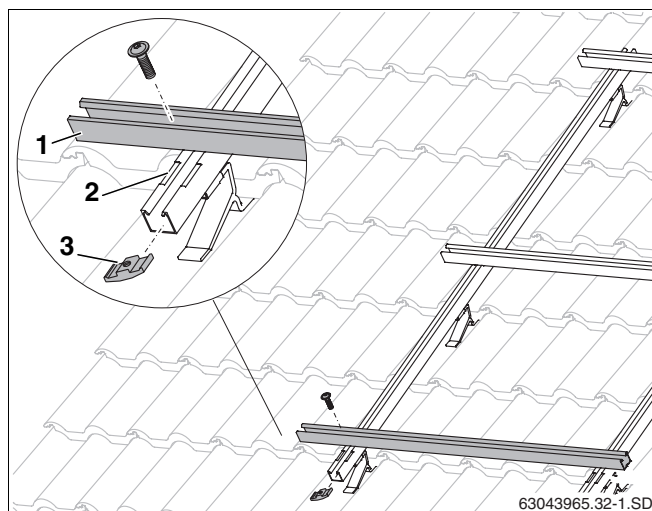

Fig. 30 Montaggio in orizzontale delle guide profilate
- Infilare le guide profilate (fig. 30, **pos. 1**) nelle incisioni (fig. 30, **pos. 2**) dei profili di rinforzo per carichi nevosi e avvitare servendosi delle viti e dei dadi in alluminio (fig. 30, **pos. 3**) ma senza serrare, cosicché le guide profilate possano ancora essere allineate.